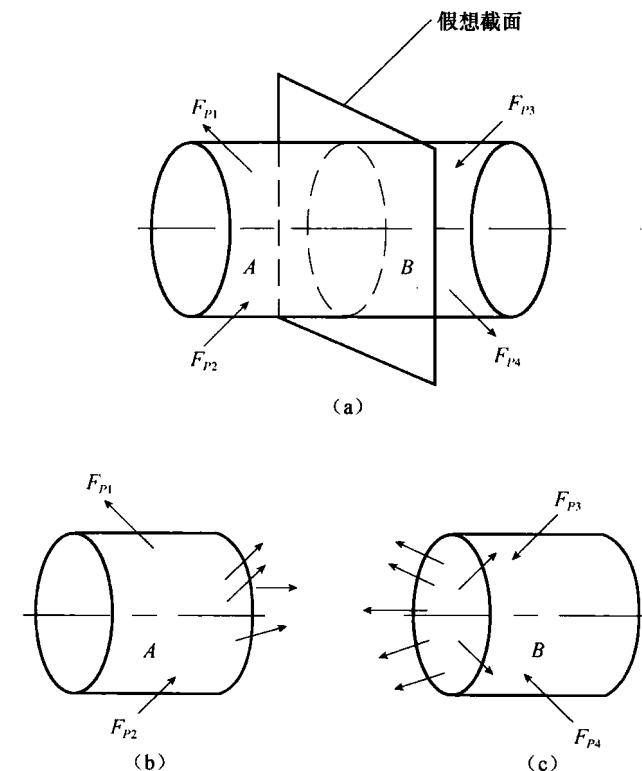

图 1.2
(1) 截面的两侧必定出现大小相等，方向相反的内力；
(2) 被假想截开的任一部分上的内力必定与外力相平衡。
(3) 截面法求内力可归纳为四个字（图1.2）：
① 截：欲求某一横截面的内力，沿该截面将构件假想地截成两部分。
② 取：取其中任意部分为研究对象，而弃去另一部分。
③ 代：用作用于截面上的内力，代替弃去部分对留下部分的作用力。
④ 平：建立留下部分的平衡条件，由外力确定未知的内力。